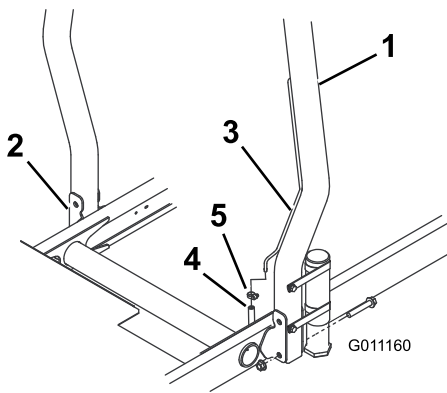

Figure 12
1. Abaissez l'arceau de sécurité sur les supports de montage du groupe de déplacement en alignant les trous de montage. Le tube d'évent de l'arceau de sécurité doit être placé du côté gauche de la machine (Figure 12).
2. Fixez chaque côté de l'arceau de sécurité aux supports de montage avec 2 boulons à embase et contre-écrous (Figure 12). Serrez les fixations à 81 N·m.